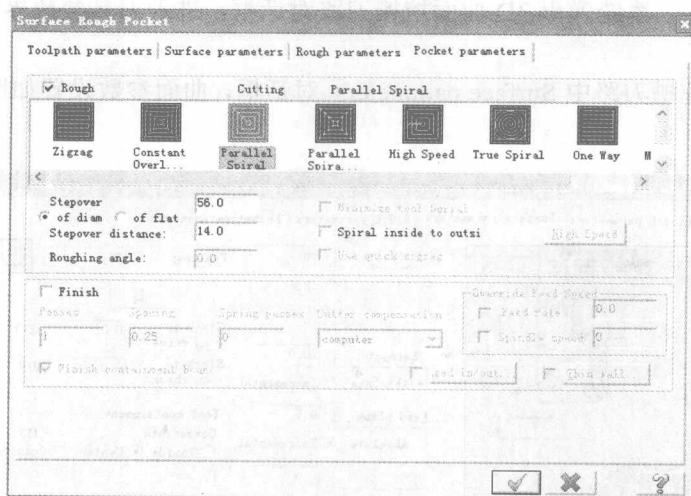

图 1-13 挖槽参数
⑧ 单击曲面挖槽刀路中 **Pocket parameters** 对话框，设置挖槽参数，如图 1-13 所示。